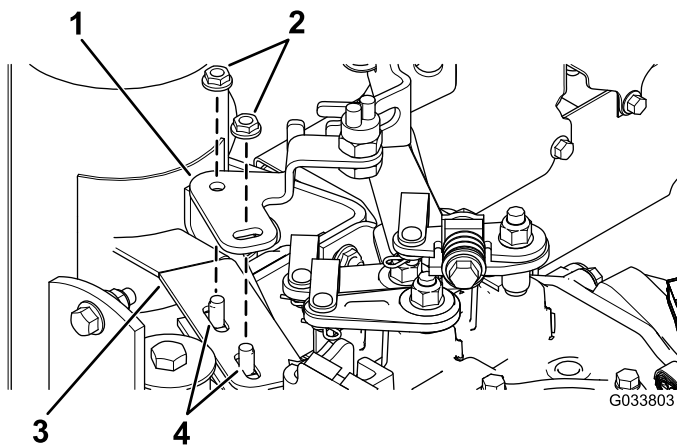

Bild 4
3. Montieren Sie die Kugelschalterhalterung mit den zwei Schlossschrauben (5/16" x 1") und zwei Sicherungsmuttern (5/16") am Schalldämpferrahmen, wie in Bild 4 abgebildet.